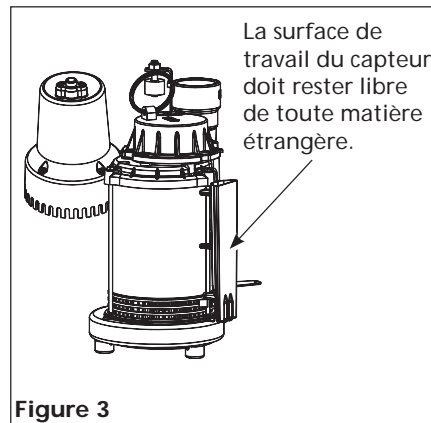

Figure 3
- Essuyer régulièrement la surface du capteur d'eau pour éviter que de la vase ou autres revêtements s'accumulent sur le capteur (Voir la Figure 3).